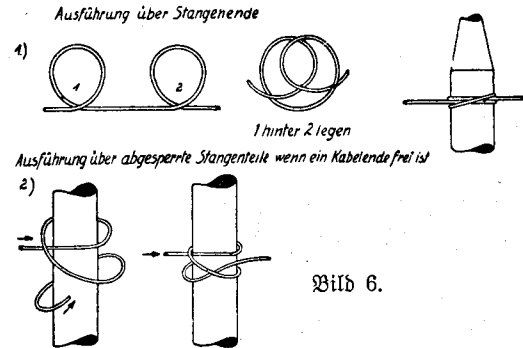

Bild 6.
a- und b-Leitungen werden mit etwa 30—50 cm Abstand glatt auf dem Erdboden verlegt. Die Leitung ist ohne Spannung zu führen, damit sich das Kabel den Unebenheiten des Bodens anschmiegen kann. Von Zeit zu Zeit ist das Kabel an eingeschlagenen Pfählen, Strauchwerk usw. unmittelbar über dem Erdboden mit Mastwurf (s. Bild 6) abzubinden. Zwischen den Festpunkten ist das Kabel etwa alle 100 m zu beschweren. Zum Schutz gegen Störungen empfiehlt sich Verlegung in trockenen Gräben, Ackerfurchen usw.
g) Telegraphen- oder Fernsprechleitungen sind an einer Telegraphenstange zu kreuzen. Das Kabel ist um die Stange herumzulegen (Bild 3) oder mit Mastwurf abzuspinnen (Bild 6) oder an Isolierrollchen zu befestigen.